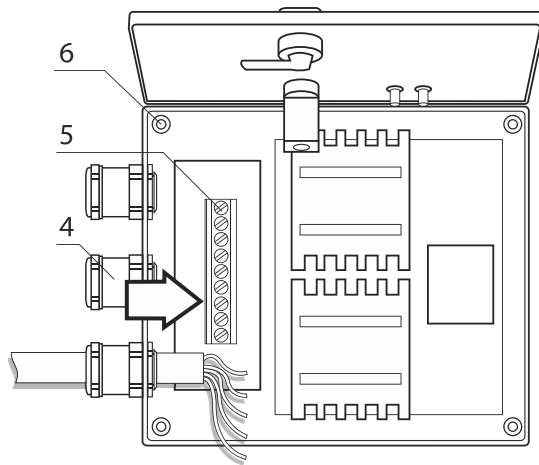
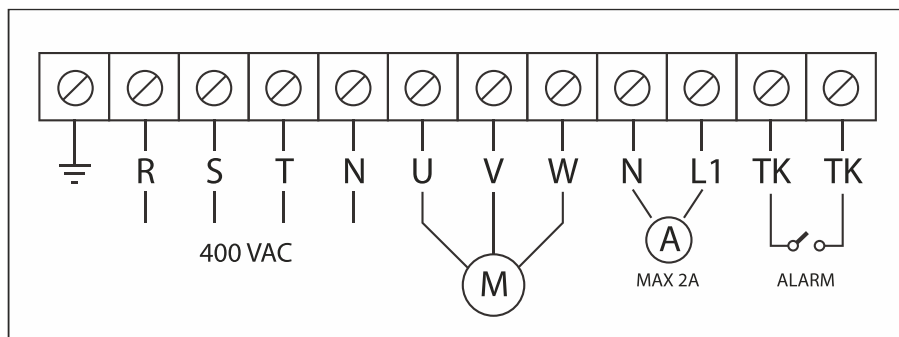

Рис. 3
Рис. 4. Схема электрических подключений
Регулятор имеет пять скоростей, выбор между которыми осуществляется выставлением поворотной ручки 1, в одно из пяти фиксированных положений, и положение «**0**» в котором прибор выключен. В регуляторе предусмотрены клеммы **ТК** (см.рис.4) для подключения термального контакта, вмонтированного в мотор вентилятора, при срабатывании термального контакта прекращается подача напряжения на двигатель вентилятора и загорается сигнальная лампа 3, показывающая аварийную работу регулятора. Регулятор также имеет клеммы **L1,N** (230Vac/**макс 2А**) для подключения внешнего оборудования (например приводов воздушных заслонок). В случае перевода ручки регулятора в положение «**0**», напряжение на клеммы и электродвигатель вентилятора не подается.
- Произвести электрические подключения согласно схемы (**см. рис.4**). Подключение внешних электрических проводников к изделию осуществляется при помощи винтовых клемм — **5** (**см.рис.3**). Ввод проводников во внутрь прибора производится через гермовводы — **4** (**см. рис.3**). На внешнем вводе (400В/50Гц) должен быть установлен встроенный в стационарную сеть электроснабжения автоматический выключатель.